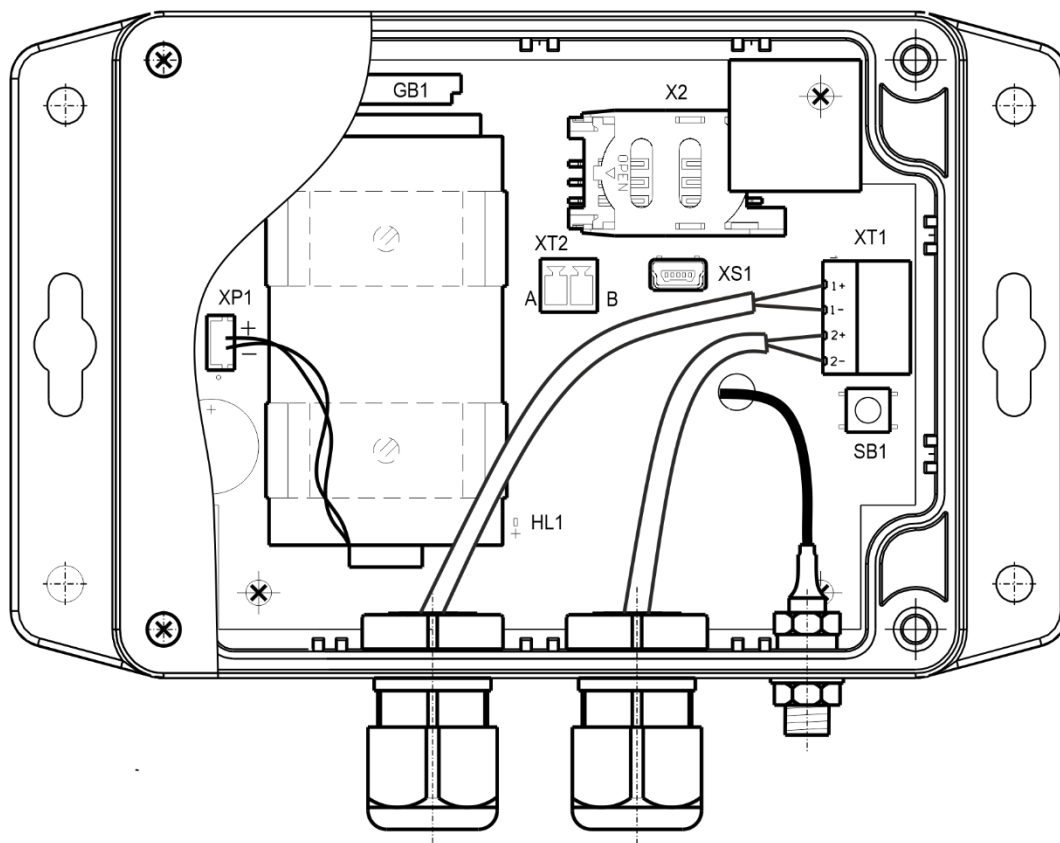

Рисунок 2 – Модуль SML-N2 со снятой крышкой
- снять пластину, при ее наличии, открутив винт, вставить SIM-карту с услугой NB-IoT в лоток X2, установить пластину на место (рисунок 2);